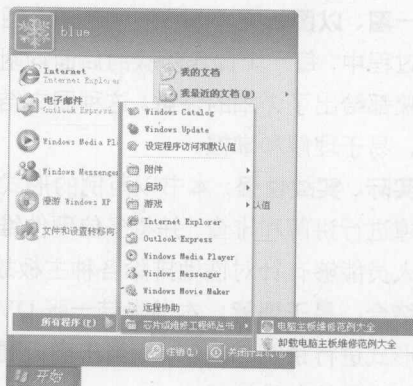

图 4
④ 以后观看光盘内容时，只要单击【开始】按钮，然后在弹出的菜单中选择【所有程序】>【芯片级维修工程师丛书】>【电脑主板维修范例大全】菜单项就可以了，如图 4 所示。